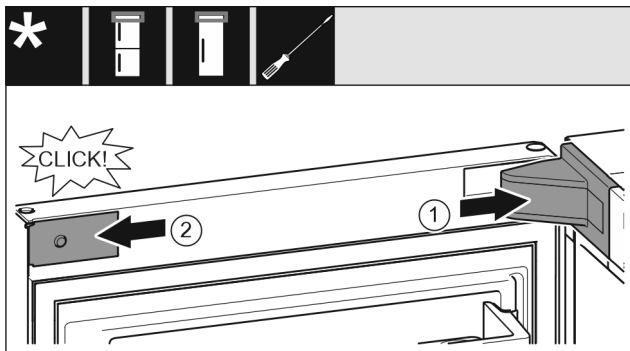

Fig. 21
- Namestite pokrov ležajnega podstavka Fig. 21 (1) in ga zaskočite, po potrebi ga previdno potisnite narazen.
- Namestite zaslonko Fig. 21 (2) in jo zatakните.